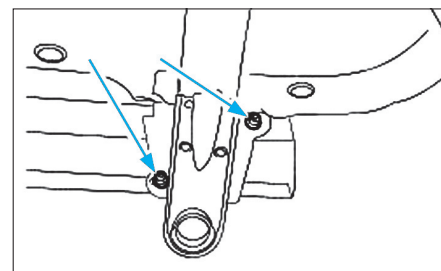

Fig. 93
- De chaque côté, déposer les écrous de pare-chocs (Fig.93).